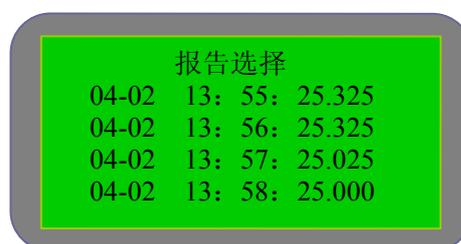
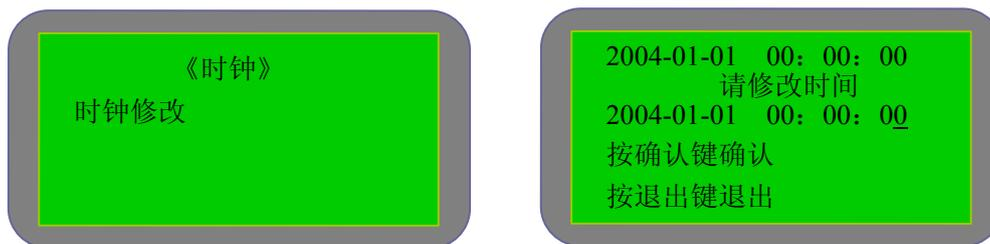

图 7-3-1A
图 7-3-2
- 报告：在主菜单选择“报告”，进入报告画面。有三个选项，MMI 报告(面板中保存报文)、CPU 报告 (CPU 中保存的报文)、删除 (删除面板中保存的报文)。选择“MMI 报告”，屏幕画面见图 7-3-1A。按“上移”键或“下移”键选择相应的报文，按“确认”键查看该条报文，如图 7-3-1B 所示，按“左移”键“右移”键查看上一条或下一条报文，按“上移”键“下移”键进行本报文的翻页。选择“CPU 报告”，如图 7-3-2，选择报告条号，按“确认”键进入报告显示。选择“删除”，屏幕画面见图 7-3-3。确认需输入密码 9876。这是删除面板的所有报文。